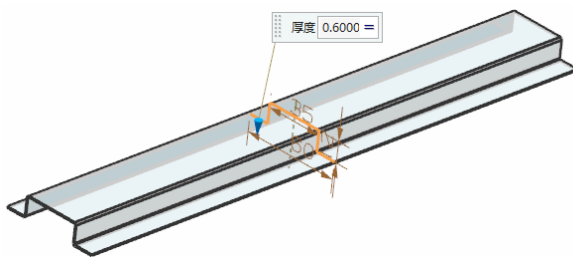

图 11-128 预览所创建的轮廓
(5) 返回到“轮廓弯边”对话框, 视图区预览所创建的轮廓弯边特征, 如图 11-128 所示。